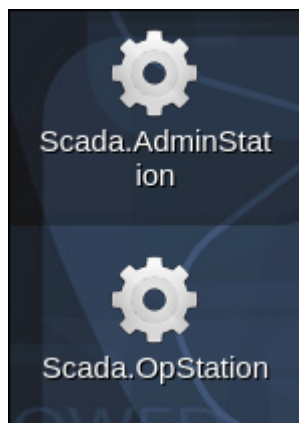

Рисунок 2.3. Ярлыки компонентов SCADA системы ТЕКОН на Рабочем столе
- 8) После установки на рабочем столе появятся ярлыки для запуска компонентов системы "Станция Администратора" (Scada.AdminStation) и "Операторская станция" (Scada.OpStation) рис. 2.3.